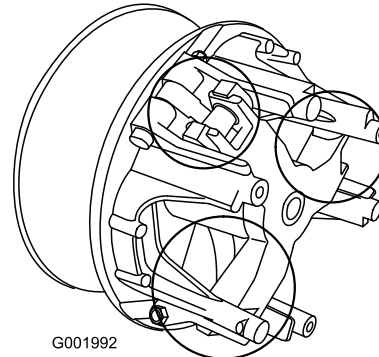

Figura 60
5. Lubrificate le parti in movimento nelle zone contrassegnate da un cerchio nella Figura 60 utilizzando l'aerosol lubrificante a secco Toro, reperibile dal rivenditore o distributore Toro autorizzato di zona.